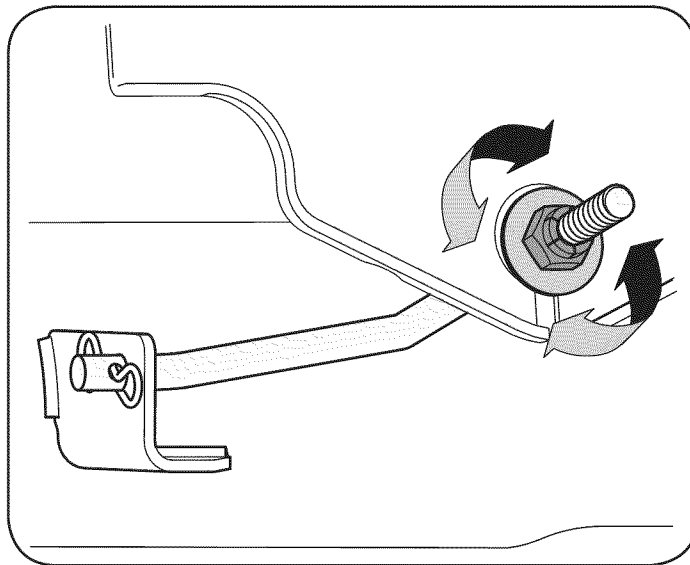

Figura 16
3. Busque la tuerca y la tuerca de bloqueo en la parte frontal del soporte del estabilizador. Véase la figura. 16 Después de aflojar la tuerca de bloqueo: